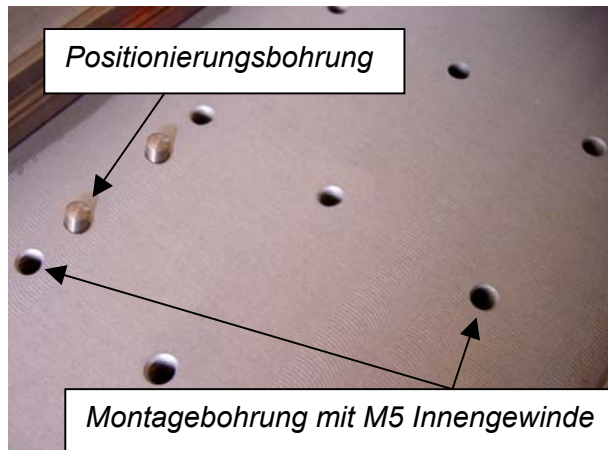

Bild 11: Tragrahmen, Details
1. Setzen Sie die Passstifte in die Positionierungsbohrungen des Tragrahmens (siehe Bild 11, Tragrahmen, Details).